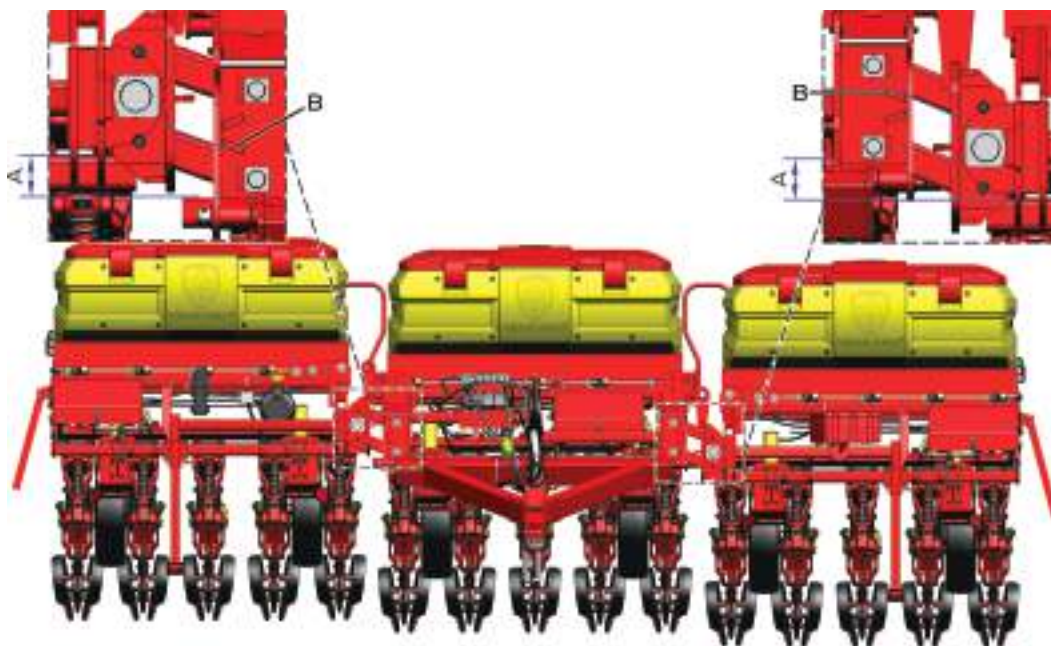

fig. 145
A articulação pantográfica (*fig. 145*) permite o acompanhamento do relevo / solo durante o plantio. Sua utilização é recomendada somente em terrenos com “base larga / curva de nível”. Os batentes (B) limitam essa articulação dos chassis laterais numa altura em torno de 96 mm (A) para cima ou para baixo.